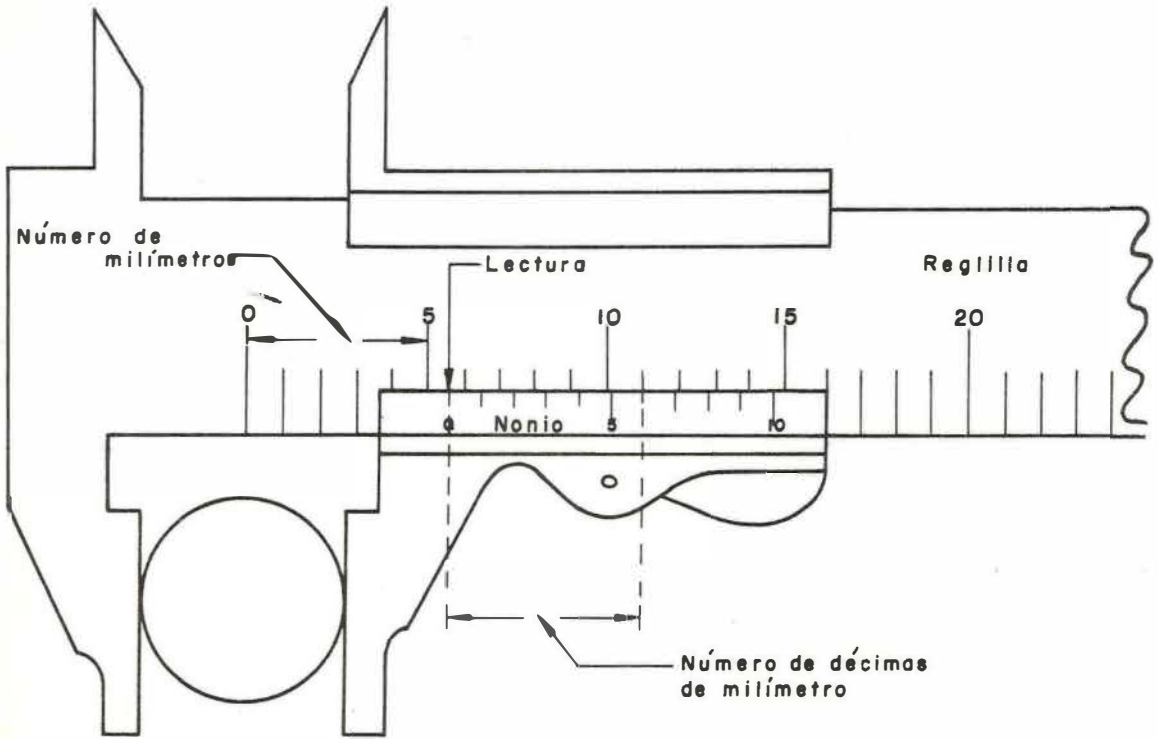

Fig. 1
- 1) El número de milímetros se lee a la izquierda del cero del Nonio en la graduación de la reglilla como se muestra en la fig. 1 en cuyo caso es 5 .
- 2) La fracción de milímetro se lee a la derecha del cero del Nonio - en la graduación de este y en la división que coincida con una -- cualquiera de las de la reglilla, como se muestra en la fig. 1 en cuyo caso el número de décimas de milímetro es 6.
Por consiguiente en el ejemplo de la fig. 1 el diámetro de la pieza que se está midiendo es 5,6 milímetros.